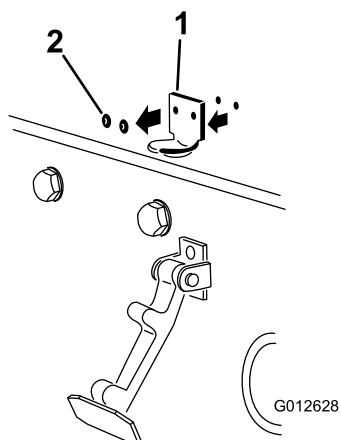

Figura 12
2. Retire los 2 remaches que sujetan el cerradero del capó al capó (Figura 12) y retire el cerradero del capó.